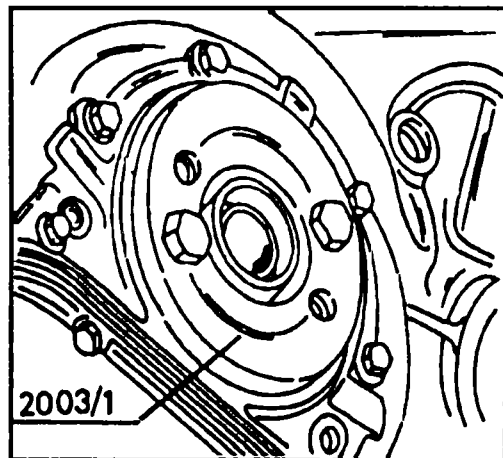

Рис.2.104 Установка заднего сальника
- ◆ Задний сальник осторожно забивают на место рукояткой молотка, не допуская больших перекосов. Старайтесь не повредить при этом рабочие кромки. Можно использовать приспособление для установки сальников №2003/1, либо самостоятельно изготовить диск с отверстием посередине, в которое проходит конец коленвала, и двумя отверстиями по периметру на уровне отверстий крепления корзины сцепления. Равномерно затягивая оба болта, запрессуйте сальник на место (см. рис.2.104).